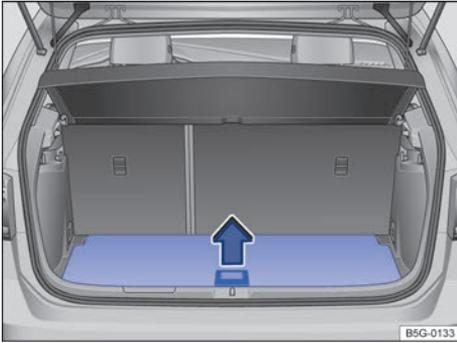
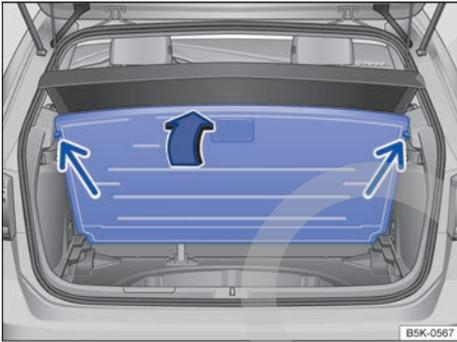

Fig. 169 En el maletero: levantar el piso variable.
Fig. 170 En el maletero: piso variable levantado.
- Para *abrir* el piso, agárrelo por la cavidad → fig. 169 y levántelo hasta que quede sujetado por los encastres laterales (flechas) → fig. 170.